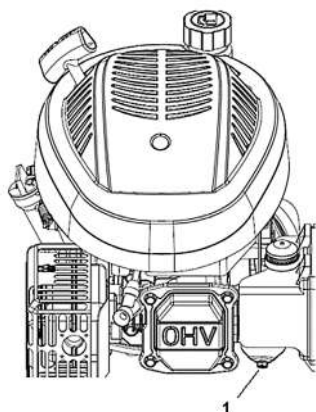

Рис. 20 Сливной болт поплавковой камеры карбюратора
2. Слейте топливо из карбюратора (Рис. 20). Для этого открутите сливной болт поплавковой камеры карбюратора.